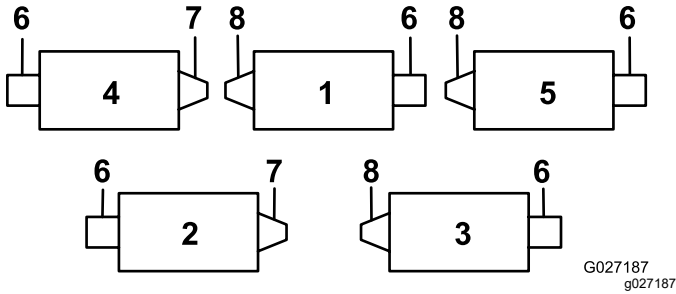
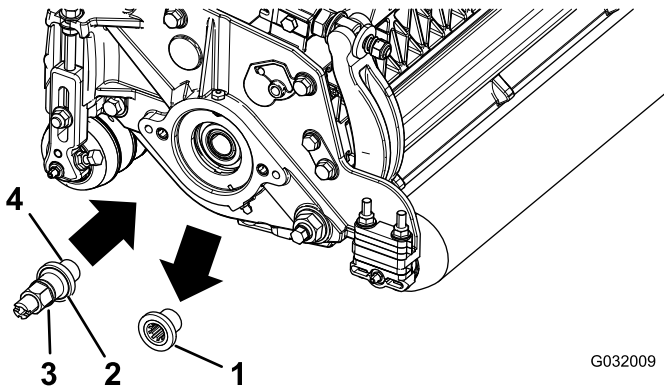

图 1
图 2
所有滚刀组出厂时配重块都安装在滚刀组的左侧。请参阅图 1 确定滚筒刷和滚刀马达的位置。
6. 拆下后滚筒刷驱动装置 图 1 的滚刀组螺纹嵌入件并丢弃 图 2。
注意 左侧嵌入件位于 1 号、3 号和 5 号滚刀组 图 1。
8. 在驱动轴螺纹 图 2 上涂抹防松螺纹油并安装驱动轴上紧扭矩至 115128N·m。